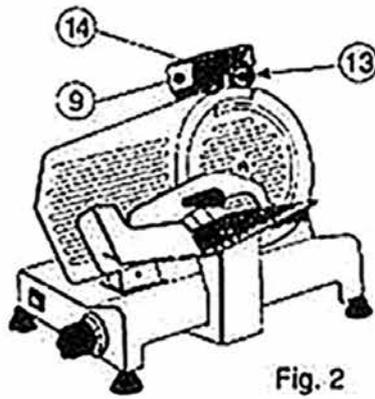

Fig. 2
- 5 Maak de sluitknop (12) op de slijpunit los.
- 6 Hef de slijpunit op, draai het 180° zodat beide slijpwielen in hun slijp werk positie zijn. **Zie Fig. 2**
- 7 Laad de slijpunit zakken tot het in het slot valt. Druk tijdens deze procedure op de knop (13) om het slijp wiel in contact te brengen met de snijkant van het mes.
- 8 Vergrendel de groep door de vergrendelknop (12).
- 11 Na de controle op de aanwezigheid van bramen, schakel de machine in en druk voorzichtig op knop (14) voor ongeveer 3 seconden om de braam die tijdens het slijpen is ontstaan te verwijderen. (in deze laatste fase zullen beide slijpstenen te werken).
- 12 Draai de dikteregelaar (6) terug naar stand "O".